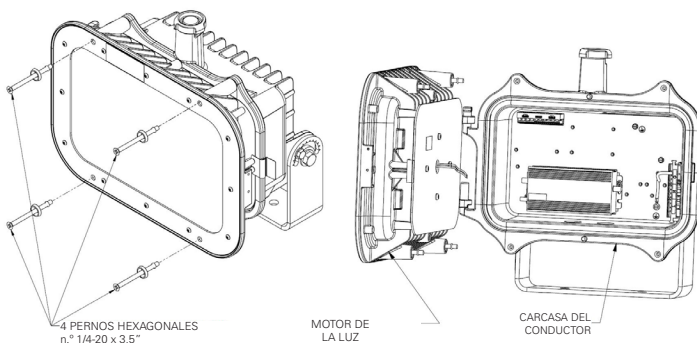

Figura 1
Abra el motor de la luz delantera (ensamblaje de LED); para hacerlo, afloje cuatro (4) pernos de la cubierta de acero inoxidable n.º 1/4-20 X 3,5" con un destornillador Phillips (consulte la Figura 1).
1. El motor de la luz debe abrirse tirando del sujetador o pestillo de retención en la parte delantera para liberarlo de la carcasa del accionador y abrirlo sobre las bisagras (consulte la Figura 1).